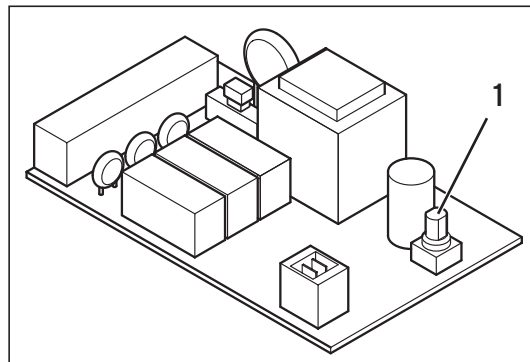

Fig. 4.3 Indstilling af busadresse
- Indstil de enkelte buskobleres adressekontakt (1) (se fig. 4.3) på deres busadresse. Busadressen retter sig efter buskoblerens position inden for kaskaden.